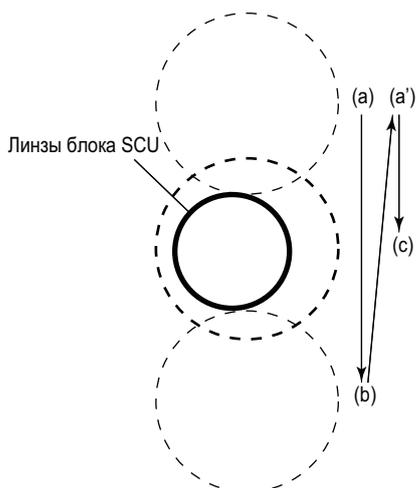

Рисунок 3.18 Иллюстрация концепции окончательной вертикальной регулировки
i. Поворачивайте гайки регулировки вертикального угла на стороне блока лазера, чтобы передача (прохождение) оказались в области нуля (чтобы лазерный луч просто не попадал в линзы блока SCU) (рисунок 3.18(a)).
ii. Отрегулируйте гайки регулировки вертикального угла на стороне блока лазера (LU) в направлении, противоположенном направлению (a), до тех пор, пока передача не окажется в области нуля (до тех пор, пока лазерный луч просто не будет попадать в линзы блока SCU) (рисунок 3.18(b)). Во время этого процесса поворачивайте гайки регулировки угла на одну восьмую оборота и запомните, сколько было сделано таких поворотов на одну восьмую оборота.
iii. Отрегулируйте гайки регулировки вертикального угла на стороне блока лазера (LU) в направлении, противоположенном направлению (b) до тех пор, пока передача не окажется в области нуля (до тех пор, пока лазерный луч просто не будет попадать в линзы блока SCU) (рисунок 3.18(a')). Во время этого процесса поворачивайте гайки регулировки угла на одну восьмую оборота и запомните, сколько было сделано таких поворотов на одну восьмую оборота.
iv. Проверьте, чтобы количество поворотов гаек регулировки угла было практически одинаковым для шагов ii и iii. После этого поверните обратно гайки регулировки вертикального угла на половину количества подсчитанных поворотов, и надежно закрепите гайки (Рисунок 3.18(c)).
- ii. Отрегулируйте гайки регулировки горизонтального угла на стороне блока лазера (LU) в направлении, противоположенном направлению шага I, до тех пор, пока передача не окажется в области нуля (до тех пор, пока лазерный луч просто не будет попадать в линзы блока SCU) (рисунок 3.18(e)). Во время этого процесса поворачивайте гайки регулировки угла на одну восьмую оборота и запомните, сколько было сделано таких поворотов на одну восьмую оборота.